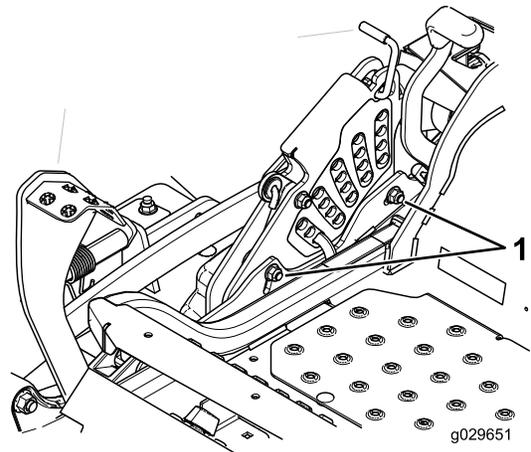

**Figura 93**
contratuerca de la parte superior. Gire el tornillo de ajuste hasta obtener una altura de 7.6 mm (3") (Figura 93).
16. Gire el tornillo de ajuste hasta obtener una altura de 8.3 mm (3/4") (Figura 93).